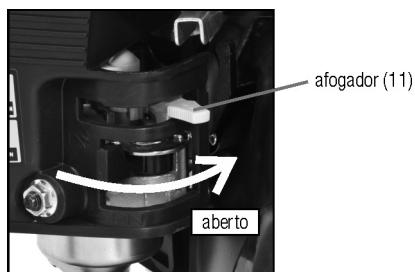

Fig. 23 – Retornando o afogador para posição aberta
- i. Após o motor aquecer, coloque o afogador lentamente para a posição aberto (fig. 23).